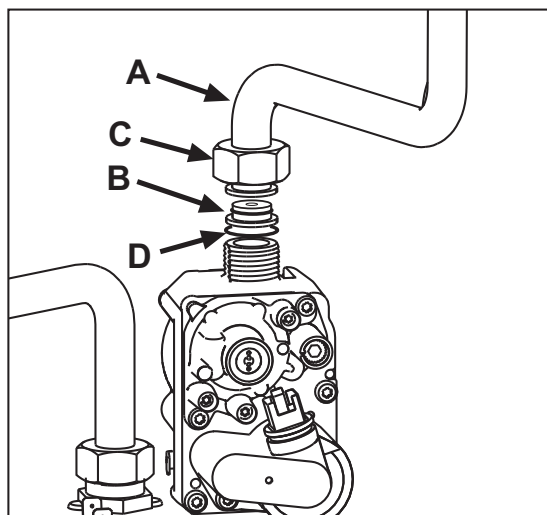

рис. 22
- Открыть колесико C и вынуть газовую трубу A из газового клапана (см. рис. 22).
- Заменить форсунку B, вставленную в газовую трубу, на форсунку, входящую в комплект для переоборудования на другой вид газа, вставив прокладку D (см.рис. 22).